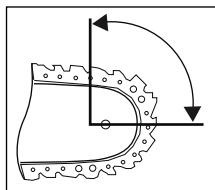

Fig. 1
- Un contact avec la pointe du rail peut dans certains cas entraîner une réaction inattendue vers l'arrière, durant laquelle le rail de guidage (23) est renvoyé brutalement vers le haut et en direction de l'utilisateur (voir fig. 1).